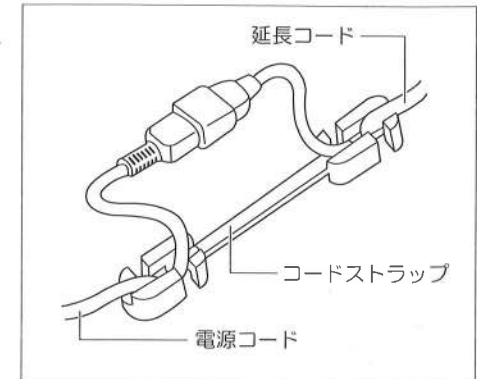

図7
- 電源コードと延長コードを接続するときは、付属のコードストラップに通し、接続部が簡単に抜けないようにしてください。(図7参照)
- 電源コードと延長コードの接続は余裕を持たせてください。(図7参照)